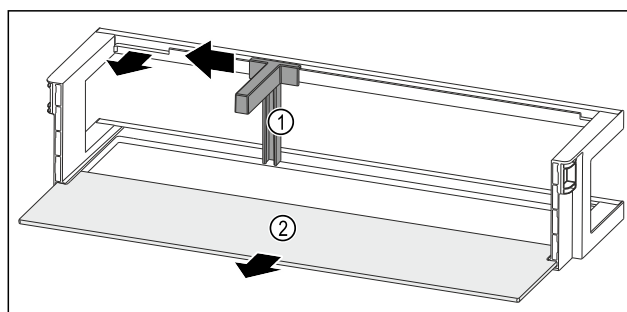

Fig. 243 带瓶托和搁板的门边存放架
- ▶ 将瓶托 Fig. 243 (1)推至槽边。
- ▶ 取出瓶托 Fig. 243 (1)。
- ▶ 取出搁板 Fig. 243 (2)。